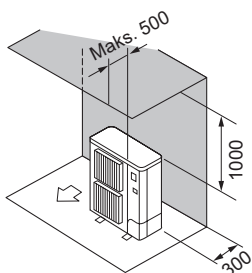

Fig. 2-7
- ② Hindringer kun bak og over (Fig. 2-7)